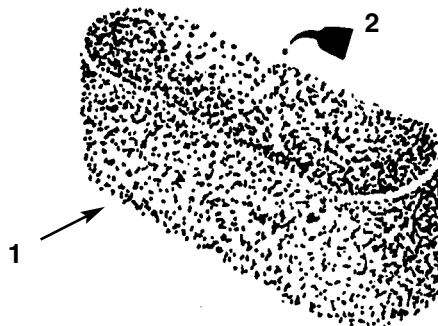

Fig. 30
- Drypp litt olje på elementet (fig. 30) og klem det sammen slik at oljen fordeles.